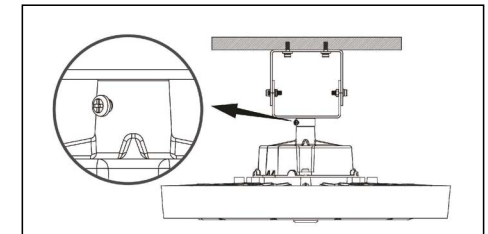

Рис. 3
- 5.6.3 Вставьте шпильку кронштейна в специальное отверстие с резьбой в верхней части осветительного прибора и надежно затяните, затем надежно затяните установочный винт, чтобы предотвратить ослабление крепления кронштейна (рис. 3).